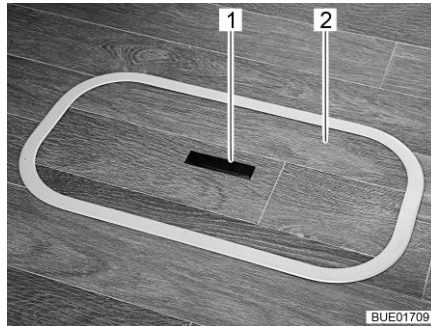
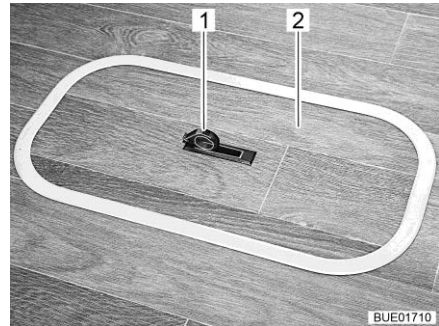

Bild 76 Lock för golvfacket (handtag sänkt)
Bild 77 Lock för golvfacket (handtag utsvängd)
- Tryck nedåt på ena sidan av griplattan (Bild 76,1). Handtaget (Bild 77,1) svängs upp.
- Ta av locket (Bild 76,2 eller Bild 77,2) uppåt.